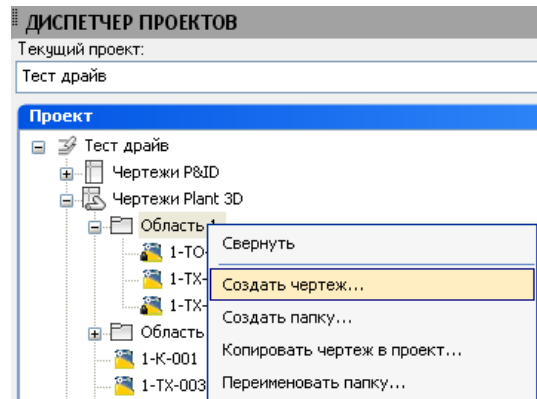

Рис. 72
- Создайте файл **1-ТХ-004** в папке **Область 1**. Для этого щелкните правой кнопкой мыши на папке **Область 1** в **Диспетчере данных** и выберите в контекстном меню команду **Создать чертеж** (Рис. 72).